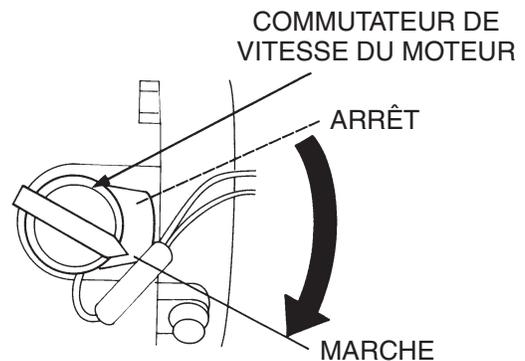

**Figure 14. Levier du starter (fermé)**
3. Mettre le levier papillon (Figure 14) dans la position **FERMÉE** pour le démarrage d'un moteur à froid.